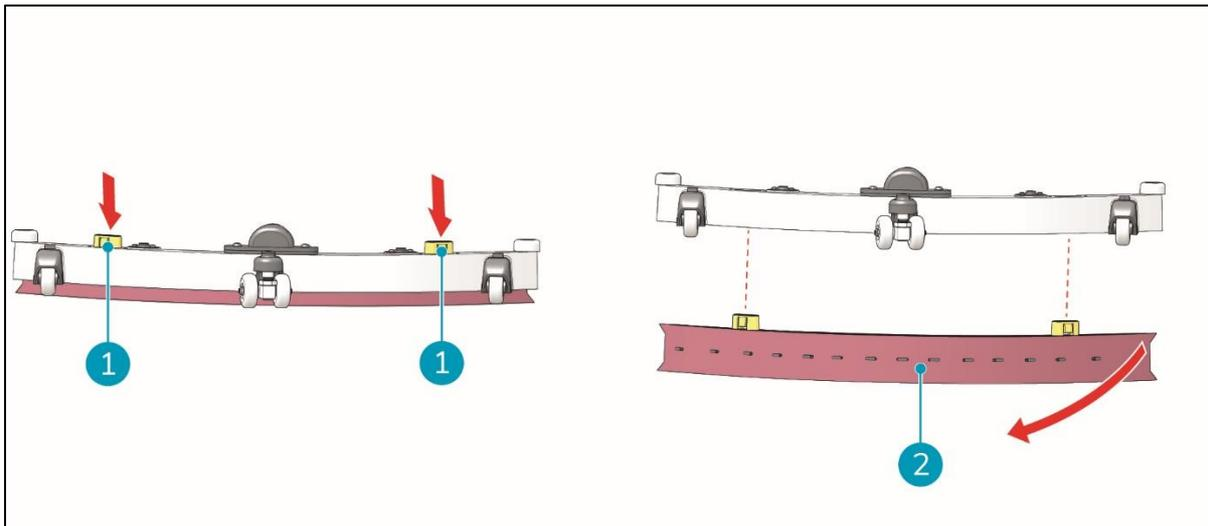

Figura 30
2. Dopo aver rimosso l'unità dal piano di lavaggio, premere contemporaneamente le due manopole nere sulla parte superiore del tergilavaggio (Figura 30, pos. 1). Il supporto delle lame del tergilavaggio si stacca dal gruppo lame del tergilavaggio. Ora le lame del tergilavaggio sono esposte.